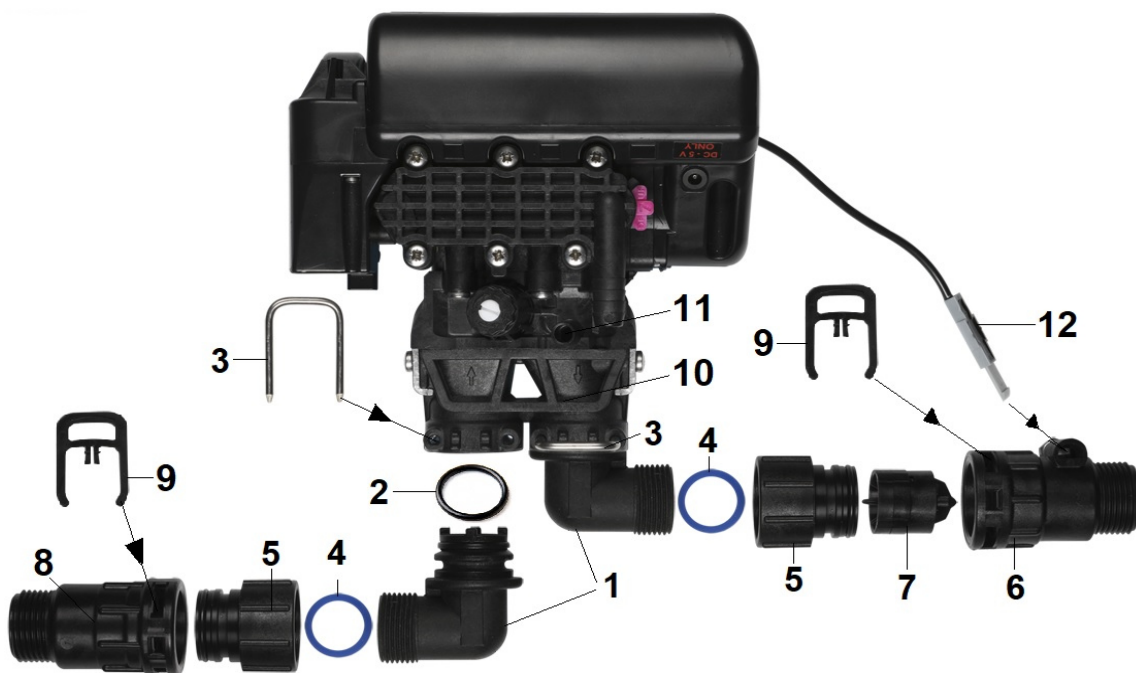

Рис. 11
10.6 Для присоединения к системе трубопроводов используются угловые резьбовые фитинги (рис.11, поз.1). Угловые фитинги можно повернуть на 90 градусов в удобную сторону.
10.7 В системах с клапаном FR1MR с выносным счетчиком используются дополнительные быстроразборные фитинги (рис.11, поз.4) и фитинги счетчика (рис.11, поз.5).
10.8 Для систем с клапанами FR1, FR1M: При подключении управляющего клапана к системе трубопроводов (вход и выход управляющего клапана) сначала присоедините угловые фитинги (рис.11, поз.1) к системе труб. После этого наденьте на них уплотнительные кольца (рис.11, поз.2) и установите их в адаптер (рис.11, поз.10) и зафиксируйте угловые фитинги клипсами (рис.11, поз.3). При наличии встроенного счетчика подключите кабель счетчика (рис.11, поз.3) к разъему адаптера (рис.11, поз.10).
10.9 Для систем с клапаном FR1MR с выносным счетчиком: При подключении управляющего клапана к системе трубопроводов (вход и выход управляющего клапана) сначала установите в клапан угловые фитинги (рис.11, поз.1): наденьте на них уплотнительные кольца (рис.11, поз.2) и установите их в адаптер (рис.11, поз.10) и зафиксируйте угловые фитинги клипсами (рис.11, поз.3). Установите уплотнительные кольца (рис.11, поз.4) в быстроразборные фитинги (рис.11, поз.5) и
зафиксируйте их на угловых фитингах (рис.11, поз.2). Затем присоедините быстроразборные фитинг (рис.11, поз.8) и фитинг счетчика (рис.11, поз.6) к системе труб; фитинг счетчика (рис.11, поз.6) подключите к трубе на выходе системы. Вставьте турбину счетчика (рис.11, поз.7) и кабель счетчика (рис.11, поз.12) в фитинг счетчика (рис.11, поз.6) на выходе Системы. После этого установите быстроразборные фитинги (рис.11, поз.5) в счетчика (рис.11, поз.6) и фитинг (рис.11, поз.8), и зафиксируйте их клипсами (рис.11, поз.9).
10.10 Системы со встроенным счетчиком FR1M, не комплектуются фитингами (рис.11, поз.5 и 8) и фитингами счетчика (рис.11, поз.6). Встроенный счетчик находится в адаптере подмеса (рис.11, поз.11).
Байпасный клапан устанавливается между адаптером подмеса (рис.11, поз.11) и адаптером присоединительных фитингов (рис.11, поз.10). Байпасный клапан присоединяется с помощью скоб и винтов.